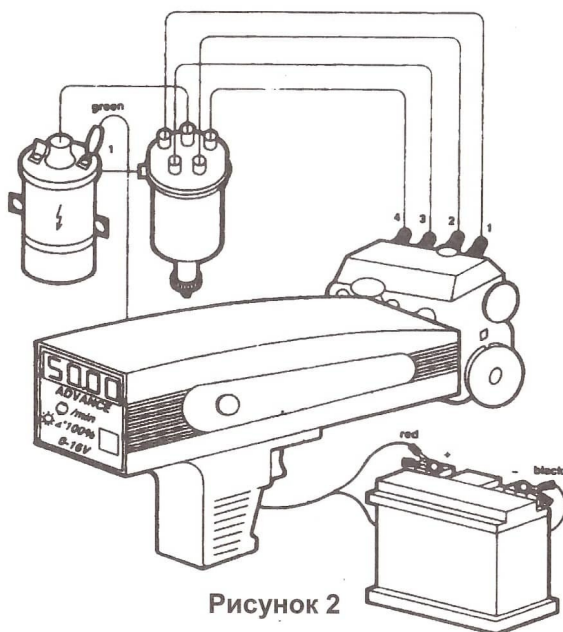

Рисунок 2
1. Для включения индикатора замкнутого состояния, нажмите тактовый переключатель. (См. рис. 2)